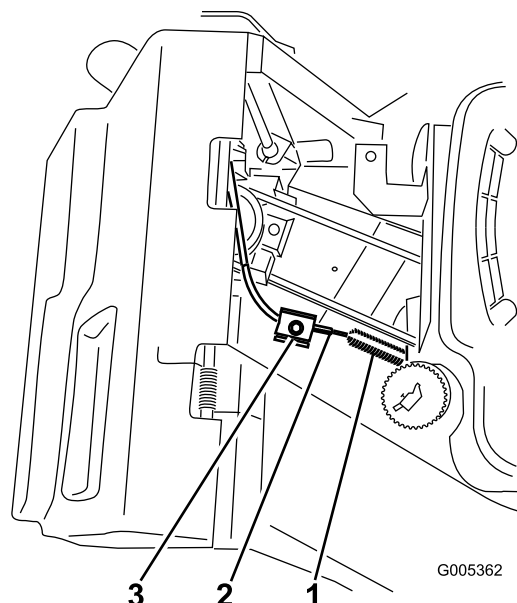

Figure 32
5. Desserrez la vis du serre-câble jusqu'à ce que la gaine du câble puisse coulisser (Figure 32).
Remarque: Le couvercle de courroie inférieur est retiré sur la Figure 32 pour plus de clarté. Il n'est pas nécessaire de retirer le couvercle de courroie inférieur pour effectuer cette procédure.